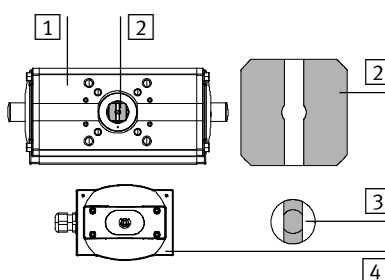

Fig. 9
5. Allineare l'albero della scatola dei sensori, mediante un attrezzo adeguato o il giunto, in modo che l'albero della scatola dei sensori, il giunto e l'albero dell'attuatore oscillante ingranino tra loro nel modo desiderato (vedi esempio nella Fig. 9).